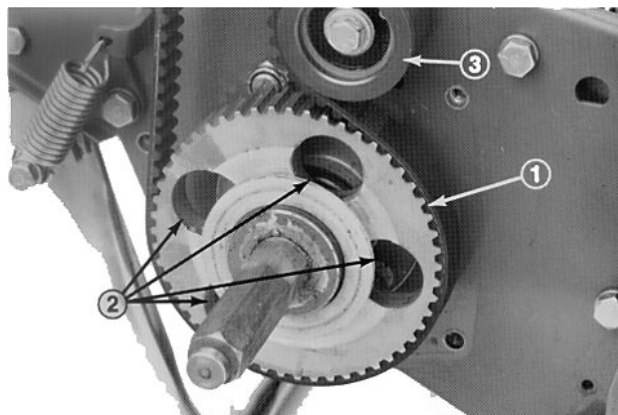

Fig 3.
6. Girare la puleggia motrice fin quando i fori non sono allineati con le viti della flangia del cuscinetto a rulli (4) (Fig. 3).